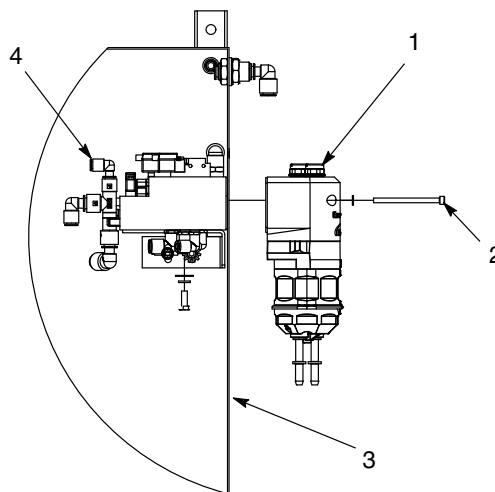

图 10 将泵安装到柜体上
1. 请参见图 10。确保泵 (1) 的垫圈没有损坏，必要时请进行更换。
2. 将泵布线到柜壁 (3) 的适当集管位置 (4)。有关端口位置的信息，请参阅第 7 页上的泵端口功能。
3. 使用泵安装五金件 (2) 将泵手动拧紧到柜壁上。